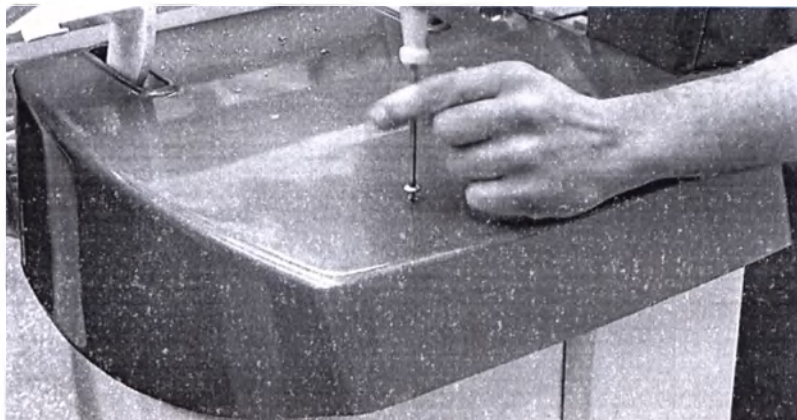

Рисунок 9.
12.3.1 Снимите телескопические кожухи согласно пункту 12.1. Открутите крепежные винты, освободите крышку колонны (см. рисунок 9).